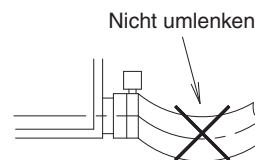

Abb. 27
- Der Ablaufschlauch (1) im Inneren des Innenaggregats darf nicht umgelenkt werden. **(Siehe Abb. 27)**